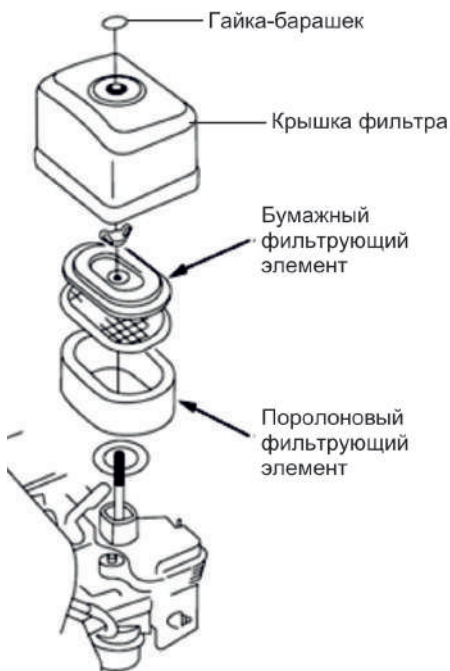

Рис. 14
**ПРИМЕЧАНИЕ!** В зависимости от модели двигателя на двигатель может устанавливаться один из двух вариантов воздушных фильтров «А» или «В» (рис. 14, 15)
Обслуживание воздушного фильтра (вариант А) (рис. 14) выполняйте в следующей последовательности: